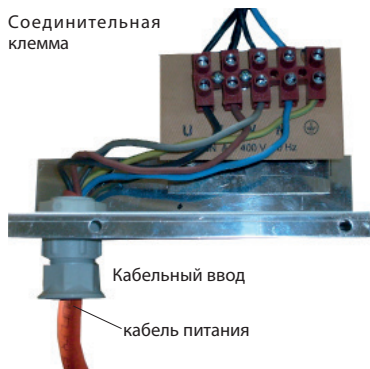

Рис. 4
- Произведите подключения согласно схеме. Данную схему Вы найдете в настоящей инструкции (рис. 4).